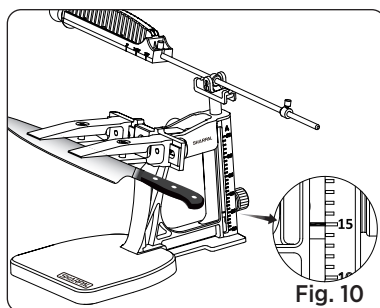

Fig. 10
4. Tournez le bouton de verrouillage de l'angle pour déplacer la barre de support vers le haut ou vers le bas jusqu'à ce que la ligne rouge soit alignée avec l'angle désiré sur l'échelle (Voir Fig. 10). Ensuite, serrez fermement le bouton de verrouillage de l'angle.